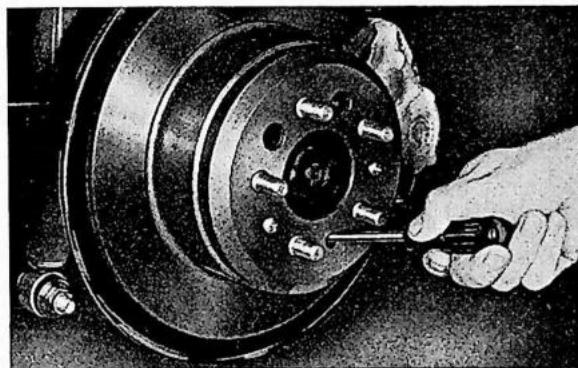

Fig. 5-70. Het bijstellen van de handrem, achterwiel
4. Draai de trommel zo, dat het gat tegenover de tanden van de stelschroef staat en stel de schoenen af door het schroevendraaierhandvat naar boven te bewegen, zie Fig. 5-70. Stop met het bijstellen van de schoenen als de trommel niet meer gemakkelijk gedraaid kan worden. Draai dan de stelschroef 4—5 tanden terug. Controleer of de schoenen niet „slepen” door de trommel in zijn normale draairichting te draaien. Zeer licht slepen kan toegestaan worden. Als echter het slepen erger is, moeten de stelschroeven nog 2 of 3 tanden losgedraaid worden. Verbind de kabel met het liever en verwijder de houder SVO 2742.
1. Stel de remmen van de achterwielen af. Controleer of de remblokken niet vastzitten tegen de remschijven aan en draai de trommel zo, dat het gat tegenover de tanden van de stelschroef staat. Zet een schroevendraaier tussen de tanden van de stelschroef en zet de schoenen vast door het schroevendraaierhandvat naar boven te bewegen, zie Fig. 5-70. Zet de schoenen vaster, als de trommel nog gemakkelijk gedraaid kan worden. Draai dan de stelschroef 4—5 tanden terug.